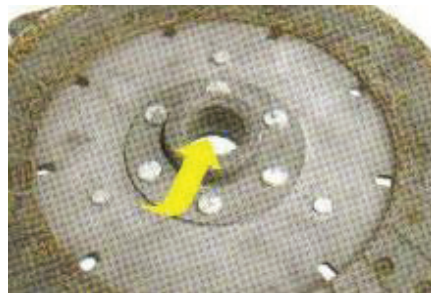

Рис. 3-13
- (2) Значительный износ шлицев ступицы сцепления (рис. 3-13).